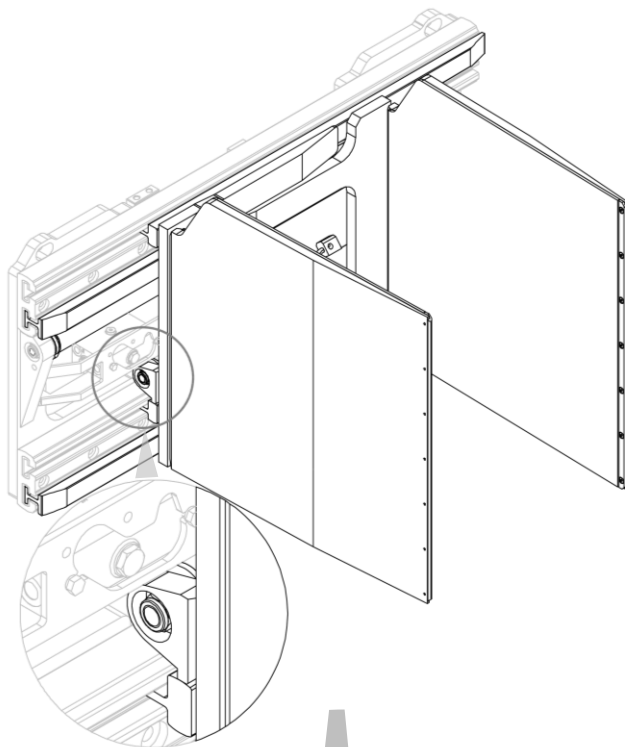
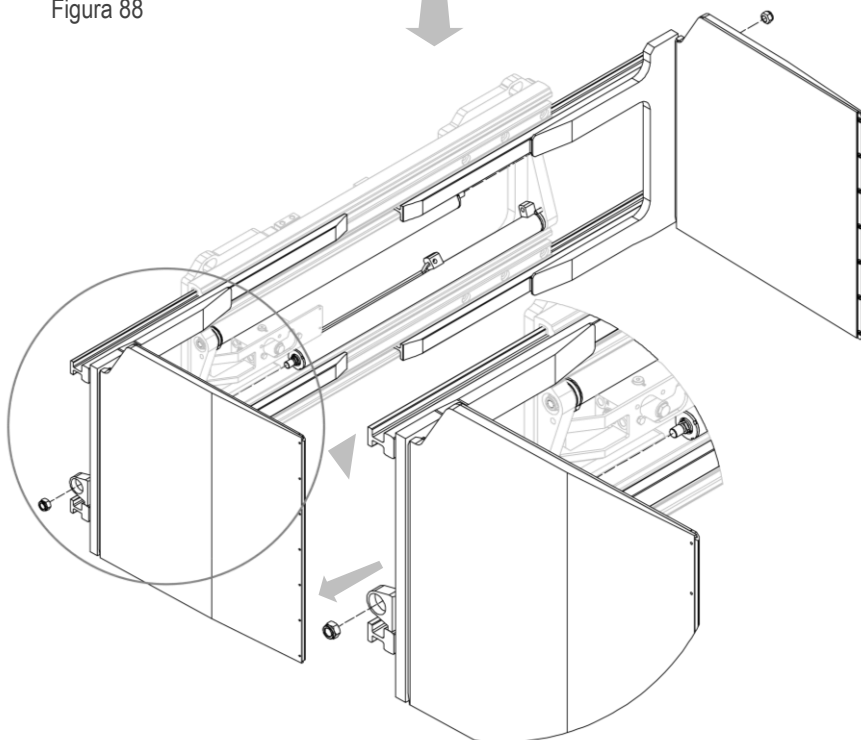

Figura 88
Figura 89
2. Rimuovere, una per volta, le forcelle dalle loro sedi dopo aver rimosso i relativi dadi che le vincolano ai cilindri (vedi *Figura 88* e *Figura 89*)